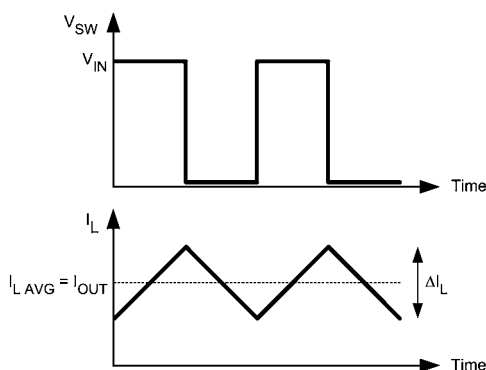

FIGURE 8. Switch and Inductor Current Waveforms
アプリケーションで使用されるインダクタ (L) は、リップル電流値とシステムの効率特性に影響を与えます。最初の基準となる選択肢として、リップル電流  $\Delta I_L$  を定義します。降圧型コンバータでは、通常、最大出力電流の 20% ~ 30% になるように選択します。Figure 8 に、連続モードで動作する標準的な降圧型コンバータのリップル電流を示します。リップル電流が大きいほど、インダクタンス値が小さくなり、インダクタの直列抵抗が低くなり、効率性が向上します。ただし、リップル電流が大きいほど、より高い平均出力電流まで不連続モードでデバイスが動作することになります。